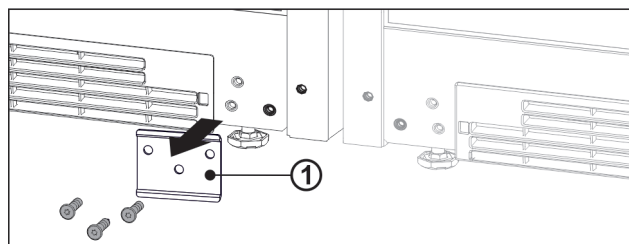

Fig. 12
- Dévisser la plaque Fig. 12 (1) le cas échéant.